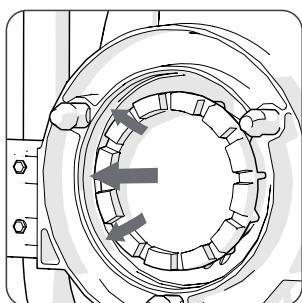

Fig. 6
- Gardez la bague annulaire scrupuleusement propre et exempte de débris. **(Fig. 6)**